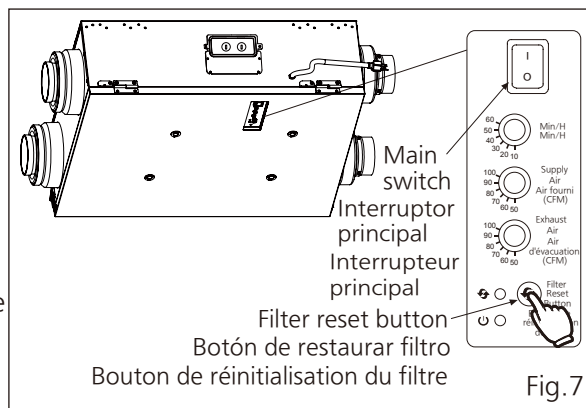

Fig.7
5. Connect power, press filter reset button with sound of "Pi-", then filter indicator and buzzer sound will be off. (Fig.7)
Conecte la alimentación, pulse el botón de reinicio del filtro con el sonido de "Pi-" y, a continuación, desaparecerán el indicador del filtro y el zumbido. (Fig. 7)
Branchez l'appareil, appuyez sur le bouton de réinitialisation avec le son "Pi-", le voyant du filtre et le son seront désactivés. (Fig.7)